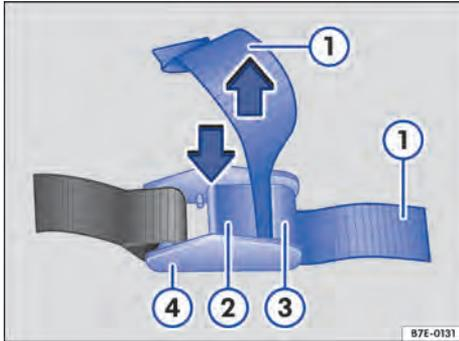

Fig. 125 Apretar la cinta con hebilla.
- Antes de apretar la cinta, asegúrese de que la palanca → Fig. 125 (2) no se encuentre encima de la carga, de bordes u objetos que sobresalgan.
- Presione la palanca → Fig. 125 (2) de la hebilla (4) y manténgala presionada.
- Introduzca la cinta → Fig. 125 (1) de atrás hacia delante entre la palanca (2) y el puente (3).
- Apriete la cinta → Fig. 125 (1) y suelte la palanca (2).
- Lleve la palanca → Fig. 125 ① a la posición ③.
- Introduzca la cinta → Fig. 125 ③ desde atrás a través del eje ranurado ④ y apriétela con fuerza.
- Mueva la palanca → Fig. 125 ① entre las posiciones ① y ② de forma alterna hasta que la cinta se haya enrollado de dos a tres veces alrededor del eje ranurado → ⚠.
- Presione el seguro → Fig. 125 ② hacia fuera y lleve la palanca ① a la posición ①. La carraca queda cerrada y bloqueada.
- Mueva la palanca → Fig. 125 ① a la posición ③ hasta que el seguro ② encastre en el rebaje final ⑤. El eje ranurado ④ está desbloqueado.
- Extraiga la cinta → Fig. 125 ③ de la carraca.